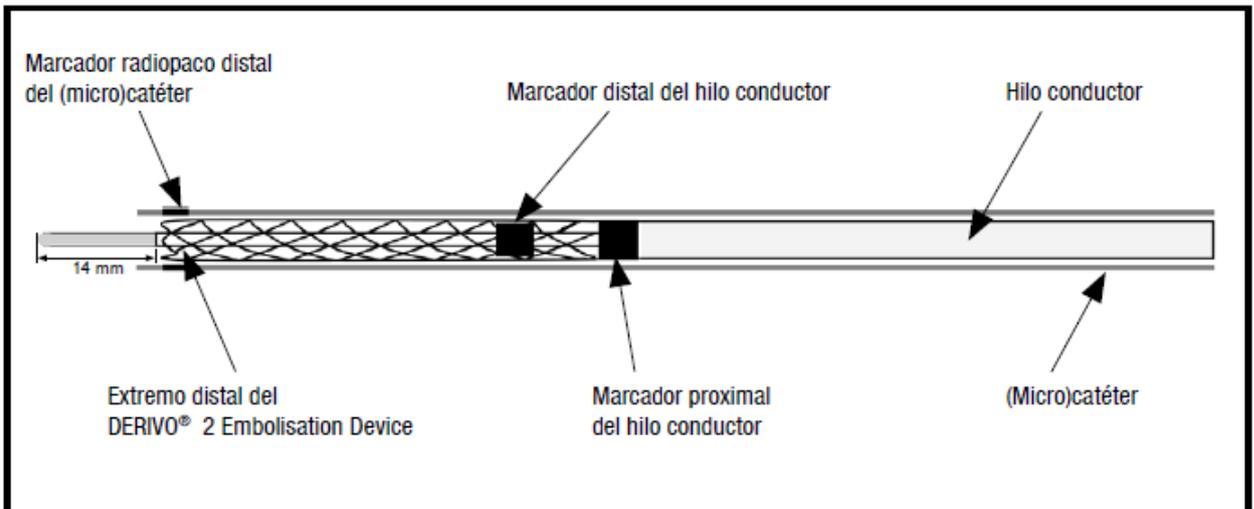

Fig. 2: Posicionamiento del DERIVO® 2 Embolisation Device inmediatamente antes de la liberación
- Sin soltar aún el dispositivo, posicónelo en el (micro)catéter de tal forma que el extremo distal se superponga con el marcador radiopaco del (micro)catéter (véanse las figs. 2 y 3).